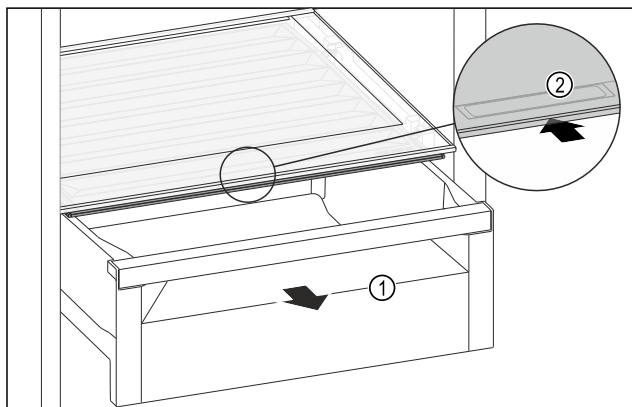

Fig. 169
- ▶ Витягніть висувний ящик Fig. 169 (1).
- ▶ Візьміться за потайну ручку Fig. 169 (2) на кришці відділення й одночасно посуňte кришку відділення назад.